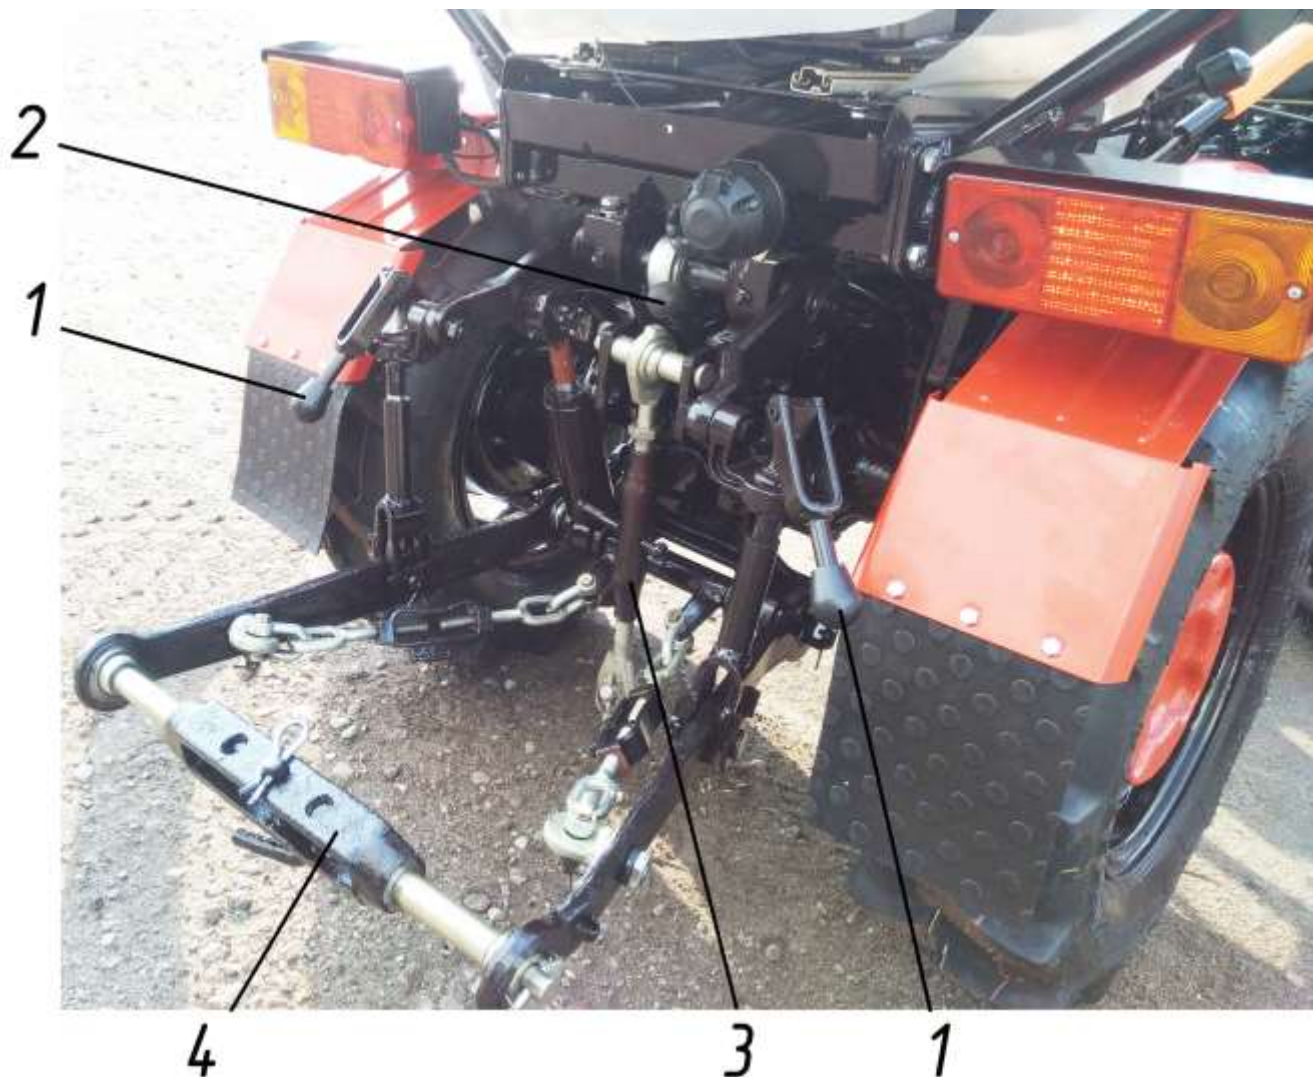

Рисунок 2.1.3 – Расположение органов управления мини-трактора
Рукоятка фиксации навесного устройства в транспортном положении 2 (рисунок 2.1.3) имеет два положения:
- приподнимите орудие рукояткой 2 (рисунок 2.1.3);